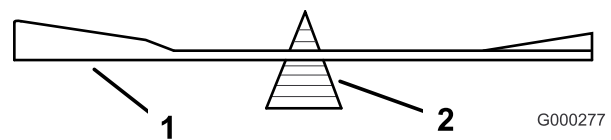
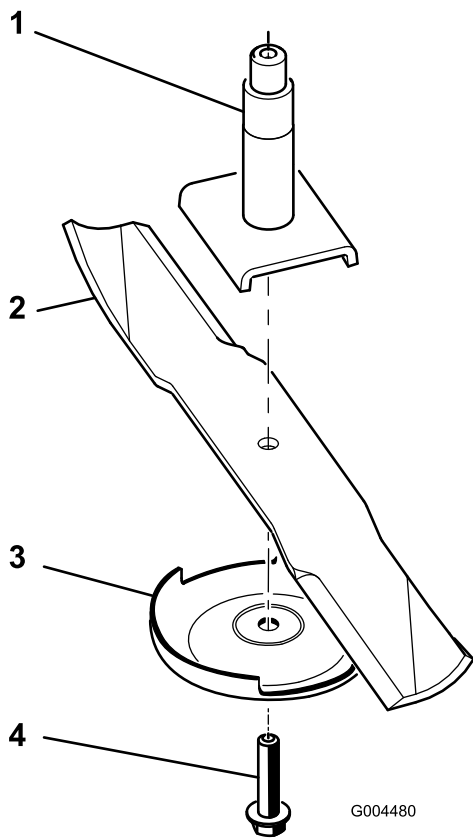

図 68
図 69
2. スピンドルのシャフトからブレード・ボルト、芝削り防止プレート、ブレードを取り外す(図 69)。
2. ブレード・ balanサー(図 68)を使ってバランスを調べる。ブレードが水平に停止すればバランスがとれているからそのまま使用してよい。もし傾くようなら、重い方の裏面を少し削って調整する(図 69)。バランスがとれるまで調整する。
1. スピンドル・シャフトにブレードを取り付ける (図 69)。
2. 芝刈り防止プレートとブレード・ボルトを取り付ける (図 69)。